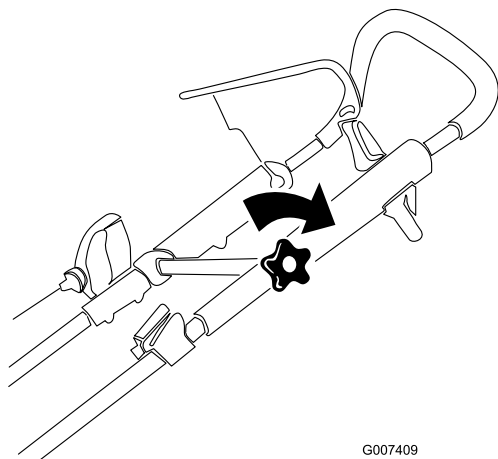

Рисунок 5
3. Переведите верхнюю рукоятку в требуемое положение и надежно затяните маховичок верхней рукоятки (только на модели 20999) (Рисунок 5).